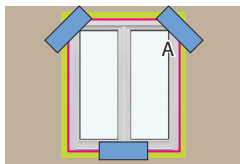

Fig. 11
- Se till att öppningen för fönster/dörr är 20 mm större än karmens yttre omkrets längs hela omkretsen (se fig. 11).